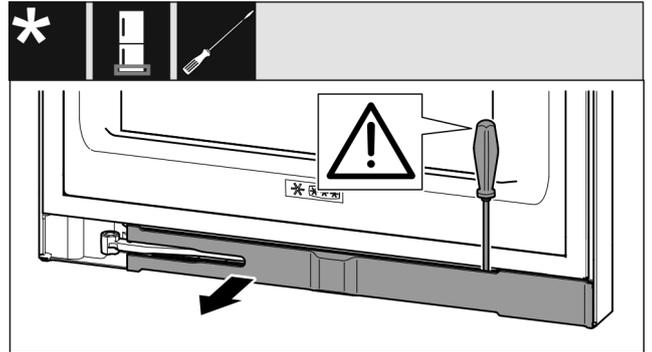

Fig. 15
- ▶ 使用带槽螺丝刀松开隔板并把它转到一边。(参见 Fig. 15)